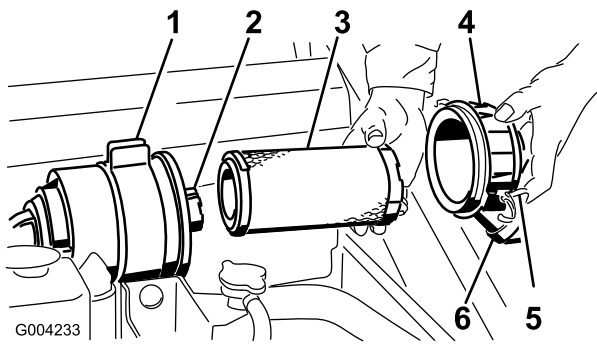

Figure 28
3. Ouvrez les dispositifs de verrouillage du filtre à air et enlevez le couvercle du corps du filtre (Figure 28).
- Sortez l'élément principal du corps du filtre avec précaution (Figure 28). Évitez de cogner l'élément à l'intérieur du corps.
- Si vous remplacez l'élément filtrant de sécurité, insérez-le avec précaution dans le corps du filtre (Figure 28).
- Placez ensuite l'élément principal sur l'élément de sécurité avec le même soin (Figure 28). Assurez-vous qu'il est bien engagé en appuyant sur le rebord extérieur.
11. Reposez le couvercle du filtre à air, le côté portant l'inscription "UP" en haut, et fermez les dispositifs de verrouillage (Figure 28).